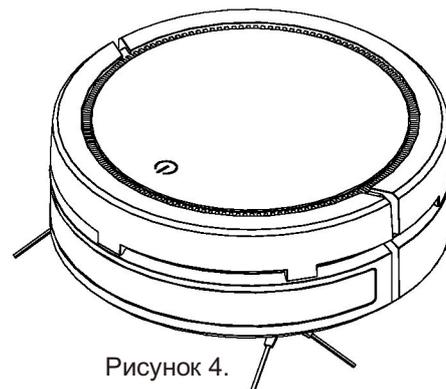

Рисунок 4.
4. Модуль очистки воздуха правильно установлен на робота. (рисунок 4)